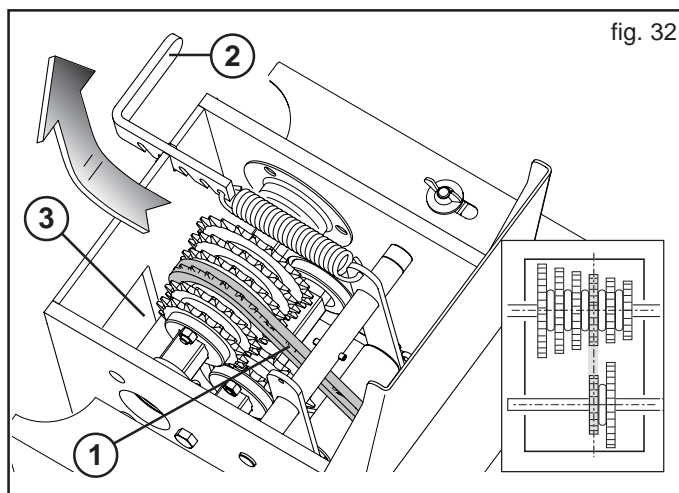

fig. 32
- Um die Kette zu verschieben, den Deckel des Getriebekastens öffnen und die Kette (1 Abb. 32) durch den Hebel (2) lockern;
- Die Kette auf die Zahnräder legen und diese ausrichten (Abb. 32).
- Die Kette erneut mit dem Hebel (2 Abb. 32) spannen und den Deckel schließen.
Für einen besseren Zugang zum Getriebe kann auch die untere Öffnung genutzt werden (3, Abb. 32).